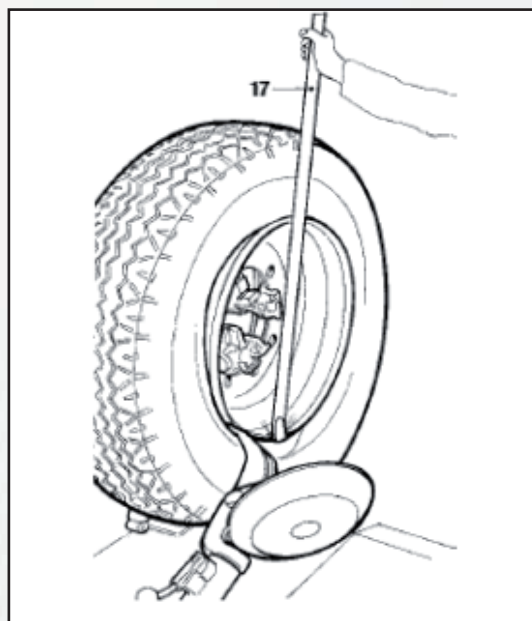

Рисунок 17
- вращайте колесо и одновременно проталкивайте съемный рычаг между ободом и бортиком, пока он не зацепится за бортик (см. рис. 17).
- вставьте рычаг 17 (рис. 17) между ободом и бортиком справа от съемного рычага.
- вставьте рычаг 17 (рис.17) между диском и бортиком справа от съемного рычага.